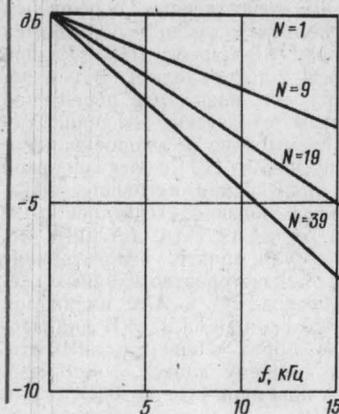

Рис. 1
**Д**лительная эксплуатация динамических шумоподавителей компандерного типа, наиболее распространенным из которых является Dolby-B, позволила выявить, наряду с их неоспоримыми достоинствами, и серьезные недостатки. Как уже отмечалось [1, 2], при использовании таких устройств обязательно выполнение ряда условий: АЧХ магнитофона должна охватывать (причем с неравномерностью не более 2...3 дБ) весь частотный спектр записываемой программы, уровни сигналов на входе компандера при записи и воспроизведении не должны отличаться более чем на 2 дБ и т. д. Измерения же свидетельствуют о том, что верхняя граничная частота АЧХ по уровню —2 дБ у большинства современных кассетных магнитофонов при уровне записи —20 дБ составляет 10...11 кГц, а при уровне записи —6 дБ, как правило, не превышает 7...8 кГц. К тому же уровень воспроизведения на высоких частотах не остается постоянным: например, после 10 прогонов (воспроизведений) уровень сигнала частотой 14 кГц, записанного на обычной ленте ( $Fe_2O_3$ ) уменьшается (по сравнению с первым прогоном) почти на 5 дБ. Экспериментальные графики, иллюстрирующие изменение АЧХ магнитной фонограммы в зависимости от числа прогонов  $N$  [3], представлены на рис. 1 и 2.